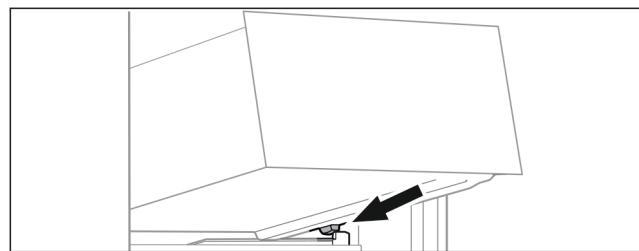

Fig. 60
- Nasadte zásuvku šikmo za zarážky na žebrování na nádoby. (viz Fig. 60)